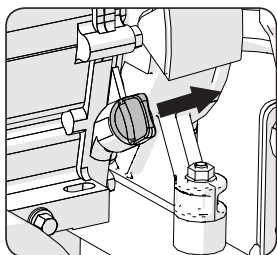

Fig 18
- Togliere il tappo di riempimento dell'olio. (Fig. 18)